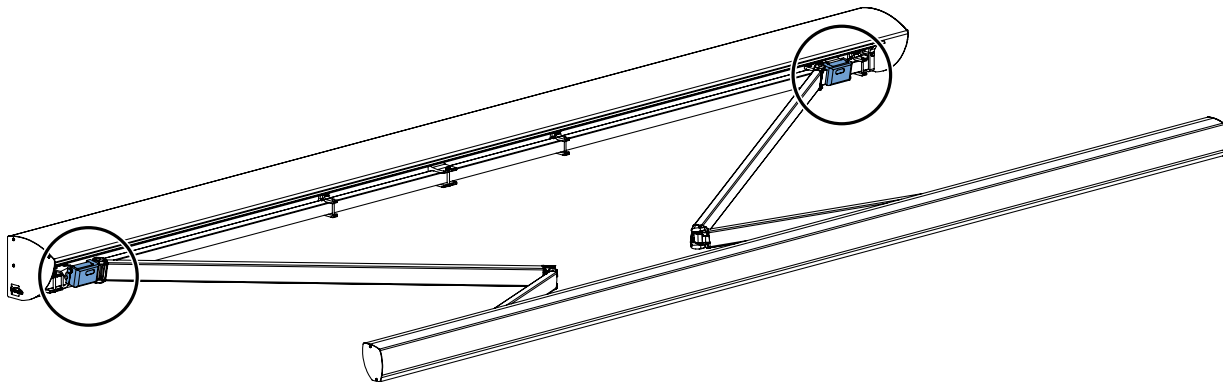

Abb. 5.1 Lage der Armverbindungen
1. Lassen Sie die Markise ganz auslaufen. Die Armverbindungen befinden sich links und rechts am Anfang der Gelenkarme (an der Kastenseite). Siehe Abbildung 5.1.